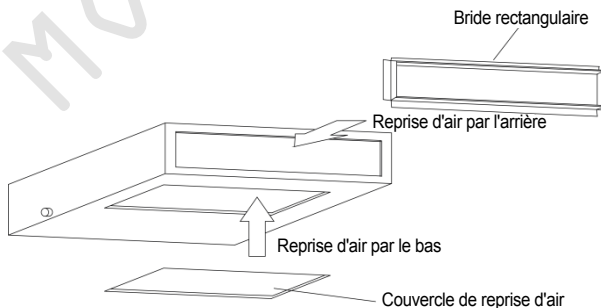

Fig.11
- a. Le lieu d'installation par défaut de la bride rectangulaire est à l'arrière de l'appareil, et le couvercle de reprise d'air se trouve en bas, comme indiqué sur la Fig. 11.